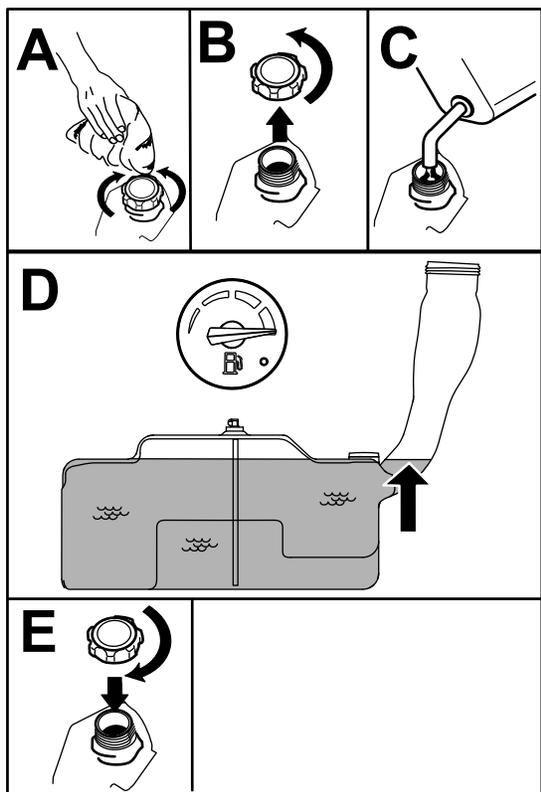

Рисунок 8
5. Заполните бак до отметки «Полный» на указателе топлива (**Рисунок 8**).